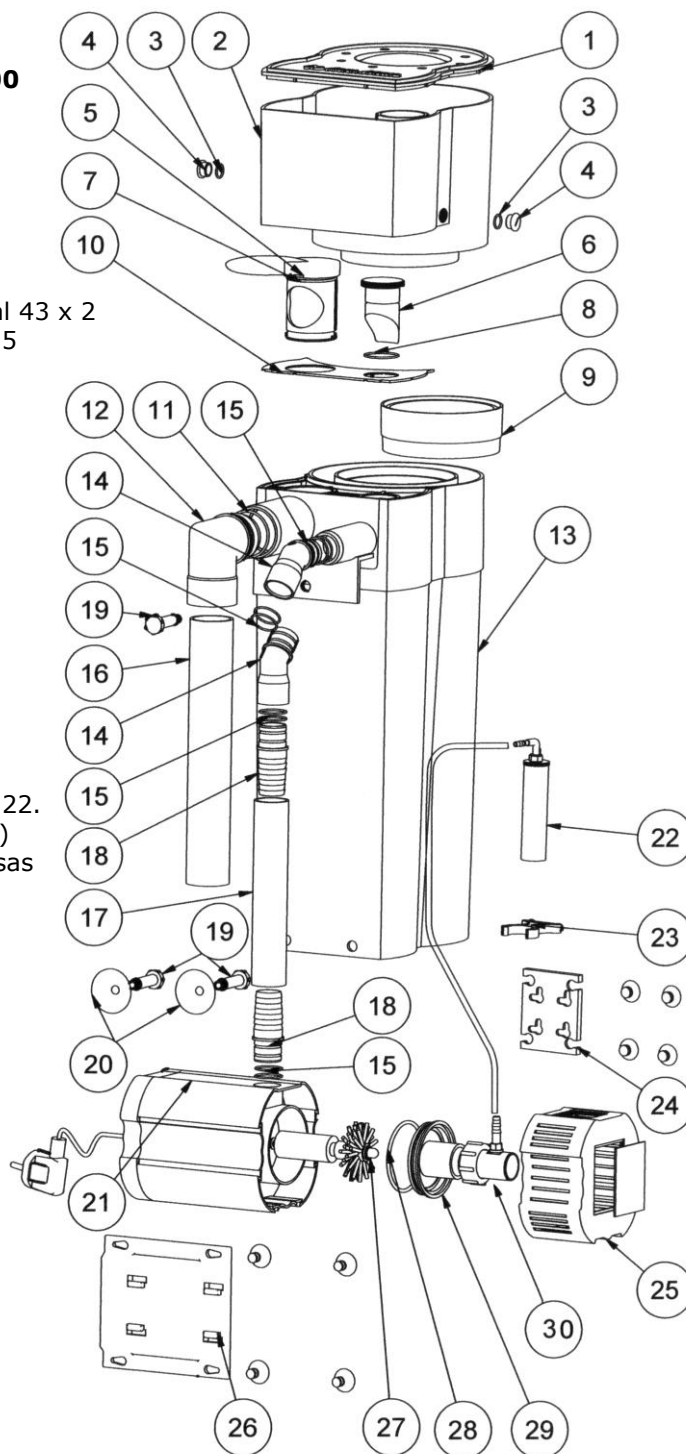

Fig. 1: Turboflotor Blue 3000
Monte las partes necesarias del skimmer, (vea fig. 1). Ahora se puede montar en la estructura del acuario. Elija un lugar protegido al que sea fácil acceder - en el lateral de la parte posterior. La bomba ventury (21) se conecta al tubo de presión (17). La longitud del tubo flexible deberá ser tan corto como sea posible. La bomba debe montarse justo debajo del nivel del agua. Si fuera colocada a mayor profundidad la absorción de aire disminuye. Junto a la toma de aire (30) se conecta un tubo de 6 mm que se lleva a la superficie de esta manera puede absorber aire. Recomendamos utilizar un tubo largo para reducir el ruido de succión. De cualquier forma tengan cuidado de situar el extremo de este tubo siempre encima del nivel del agua (22).